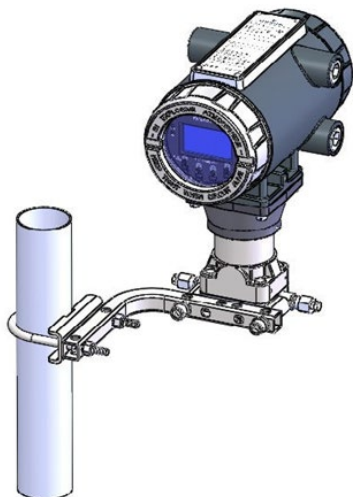

Figure 6. FB1100 avec montant Coplanar
2. Le FB1100 se monte directement sur un manifold installé sur la tuyauterie (au moyen d'un montant Coplanar), ou indirectement sur un tuyau ou un poteau. Reportez-vous aux Figures 6 et 7.